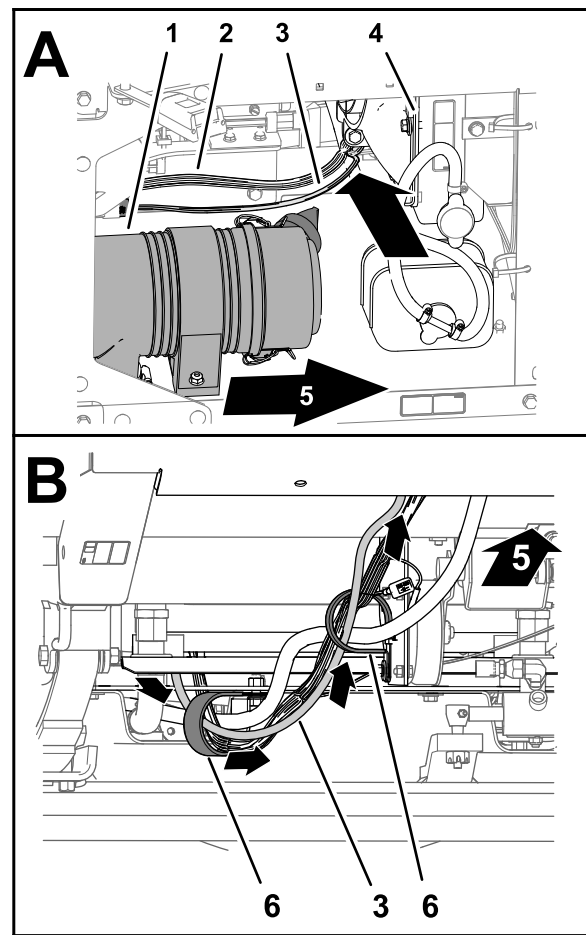

Figure 148
1. Sur le côté droit du compartiment moteur, acheminez la branche de 226 cm (89 po) du faisceau de données de l'écran du pulvérisateur vers l'avant du filtre à air du moteur et vers le bas jusqu'au coin inférieur droit du radiateur (Figure 148).
2. Acheminez la branche de 226 cm (89 po) du faisceau de données vers l'avant et à travers les 2 colliers en R au bas de la machine (Figure 148).